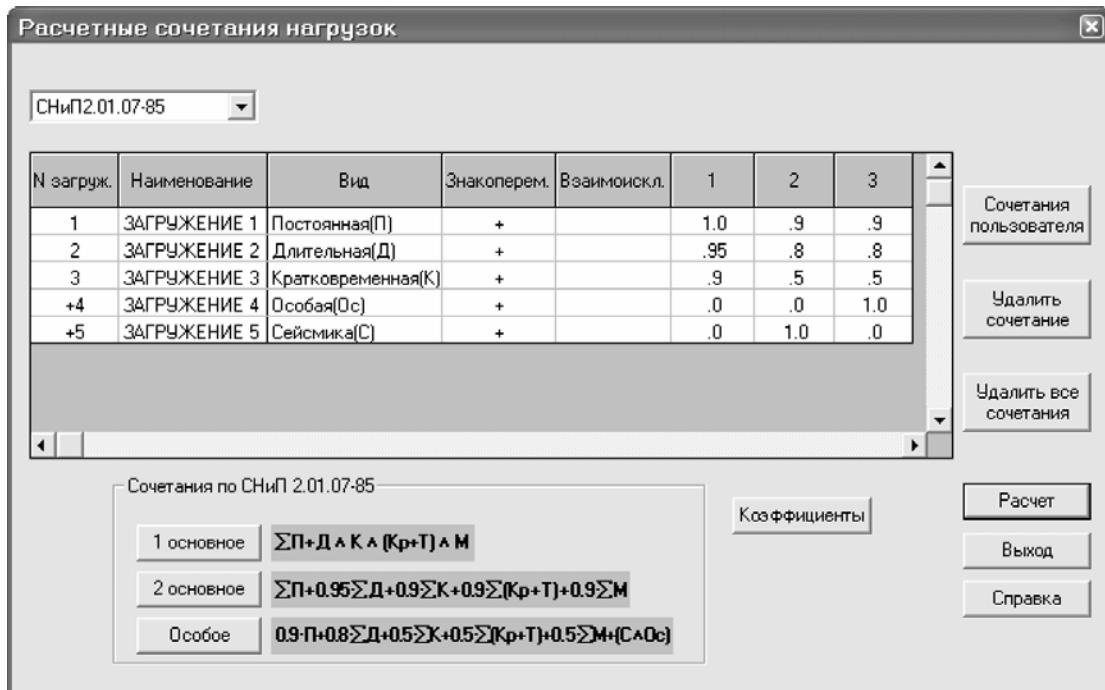

Рис.3.23. Диалоговое окно Расчетные сочетания нагрузок
- В режиме визуализации результатов расчета с помощью меню **Усилия** ⇒ **PCH** (кнопка  на панели инструментов) вызовите диалоговое окно **Расчетные сочетания нагрузок** (рис.3.23).